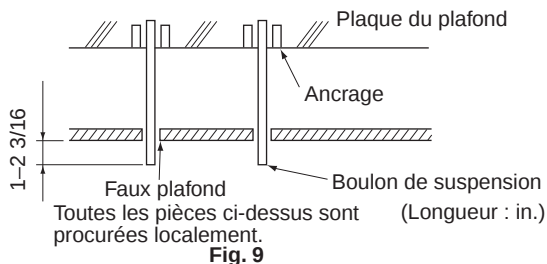

Fig. 9
(4) Fixez les boulons de suspension. (Utilisez des boulons de suspension de taille W3/8 ou M8-M10.)
- Réglez préalablement la distance entre les boulons de suspension et le plafond. (Reportez-vous à la Fig. 9)